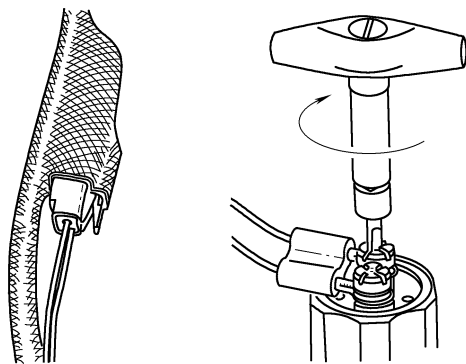
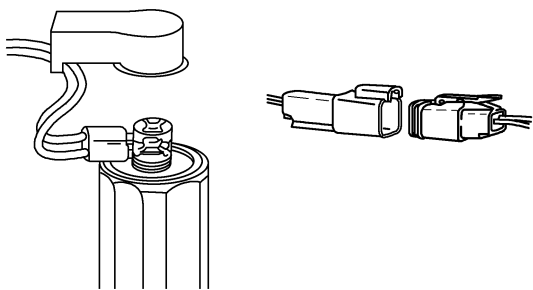

图 5-97 检查 2 针插头连接, 螺母力矩是否正确
图 5-98 断开 2 针插头，检查导线是否开路
⑩ 检查执行器外部线束, 确保 15 针插头仍然断开, 测量 ECM 插头触针 10 与触针 9 之间的电阻, 电路应为开路, 电阻大于 $100 \text{k}\Omega$ 。如果不合格, 应维修或更换执行器外部线束。
⑪ 若电阻值高于技术规范, 应拆卸气门室盖, 检查电磁阀导线是否存在折断。如果导线损坏, 更换导线。
⑫ 检查喷油器电磁阀导线 2 针插头连接是否正确, 即螺母力矩是否正确(图 5-97)。拆下电磁阀保护罩, 使用力矩扳手(零件号为 3823208)和螺钉旋具套筒(零件号为 3823209)检查螺母总成力矩是否为 $1.6 \text{N} \cdot \text{m}$ 。
⑬ 检查贯穿式插头是否连接牢固, 检查喷油器电磁阀中是否开路, 应从电磁阀上拆下螺母总成。
⑭ 如果电阻值正确, 检查电磁阀导线是否开路, 断开电磁阀导线 2 针插头(图 5-98)进行检查。